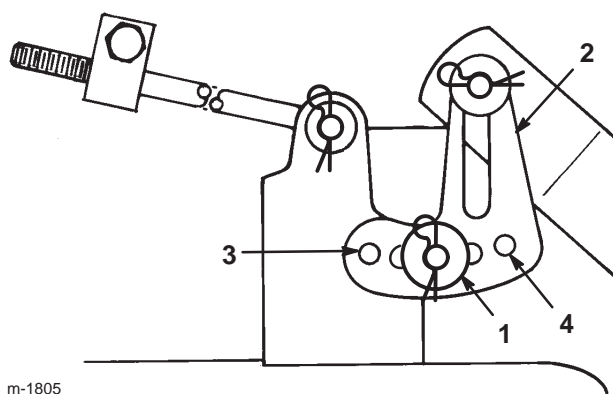

Figure 43
11. Enlevez la goupille fendue et la rondelle de la patte de mise à niveau (Fig. 43).
12. Fixez la patte de mise à niveau dans un autre trou à l'aide de la rondelle et de la goupille fendue (Fig. 43).